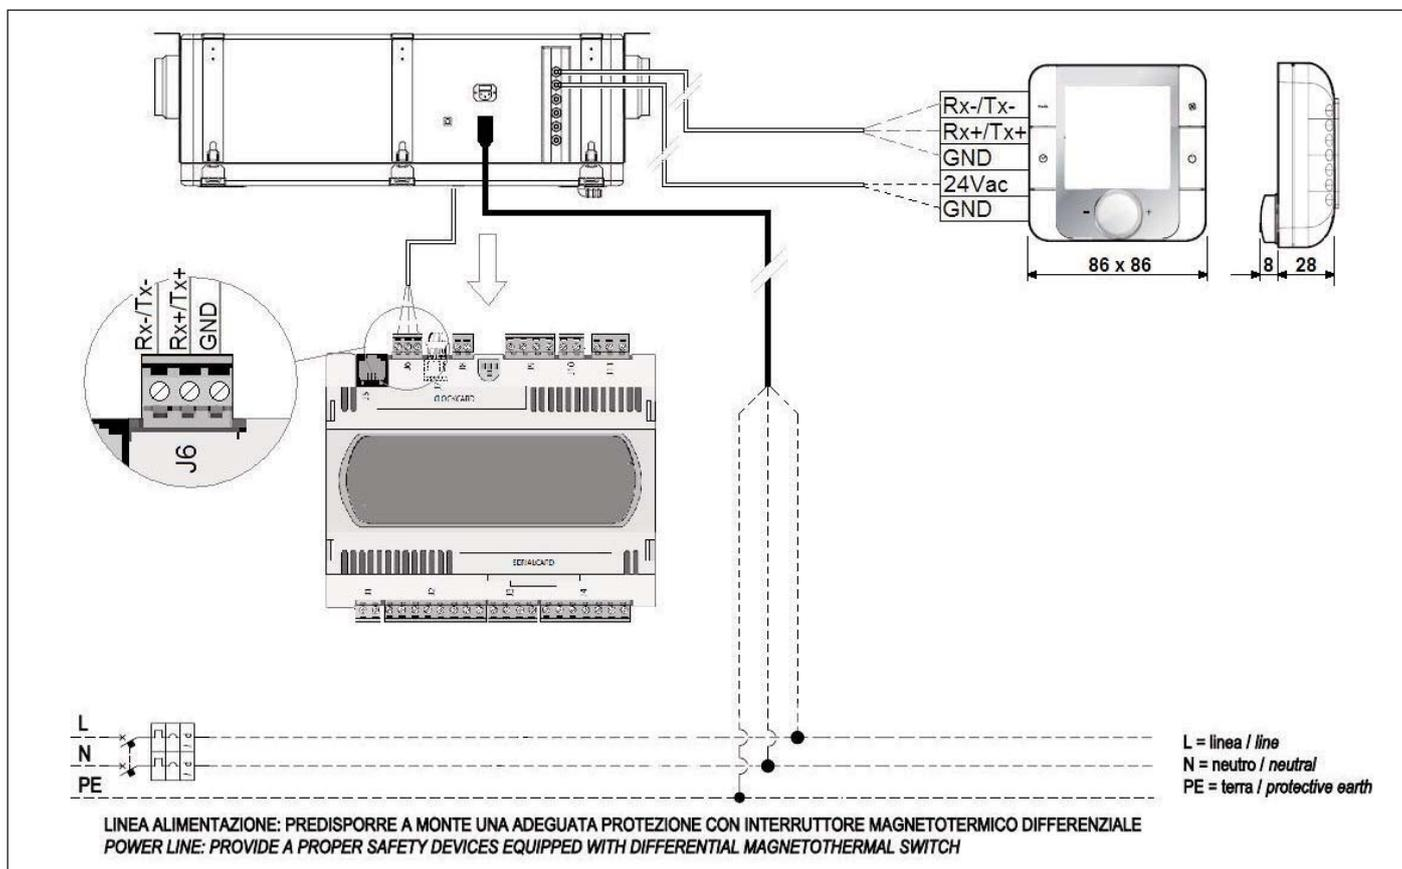

fig. 10
- Le connessioni e i cavi usati per esse sono a cura di chi installa (fig.10).
- Connections and cables shall be carried out by the installer (fig.10).